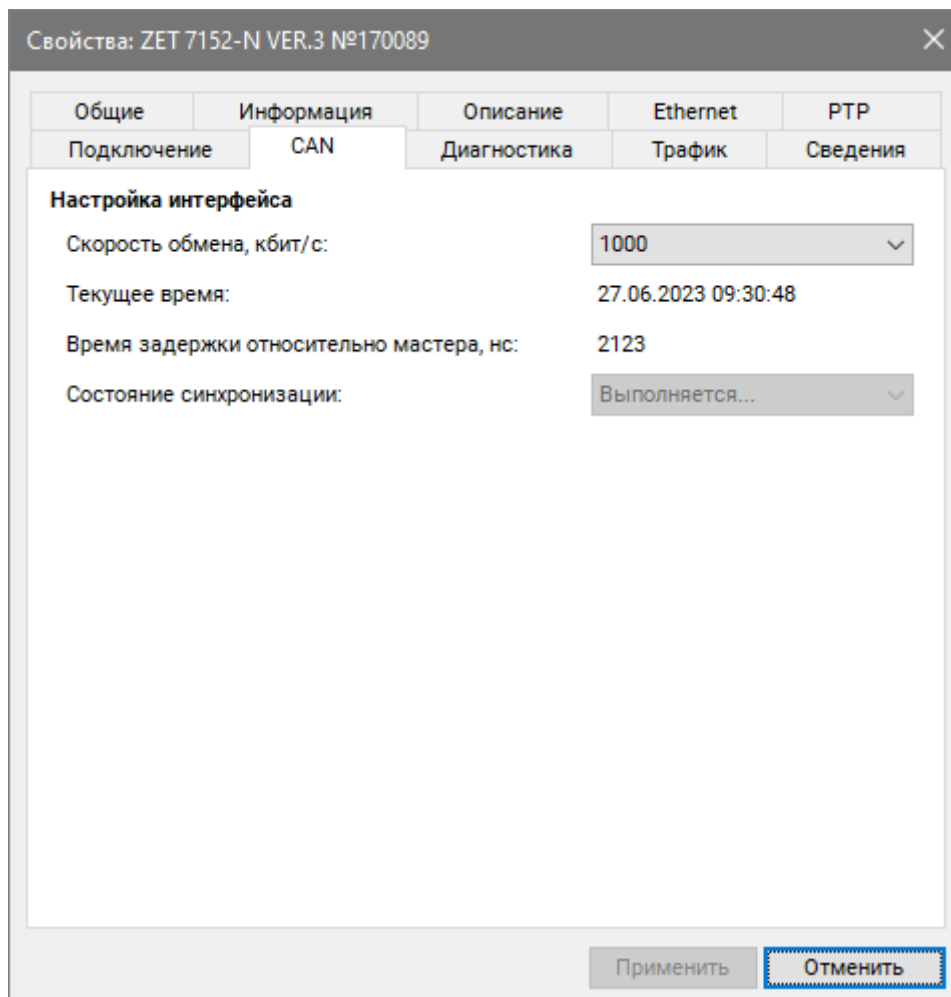

Рис. 5.2 Вкладка «CAN»
- Во вкладке «CAN» в поле «Скорость обмена, кбит/с» следует выбрать значение скорости обмена между преобразователем интерфейса и цифровыми датчиками (Рис. 5.2).